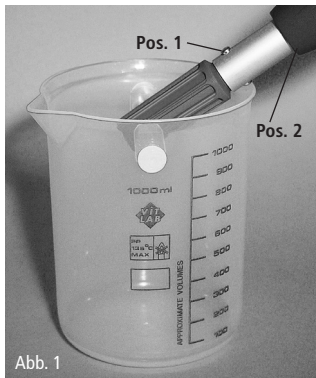

Abb. 1
- ▶ Montage: Teleskopstange auf Kunststoffadapter aufstecken. Beachten Sie dabei, dass die Druckfeder (Abb. 1 Pos. 1) komplett eingerastet ist.
- ▶ Durch Lösen der Überwurfmutter (Abb. 1 Pos. 2) kann die Teleskopstange stufenlos verstellt werden.